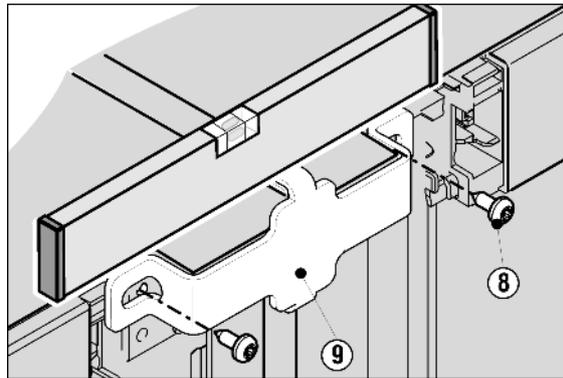

Fig. 5
- ▶ Empurrar os aparelhos um contra o outro, ou voltar a posicionar, e durante este processo, utilizando os parafusos Fig. 5 (8), aparafusar o ângulo de fixação Fig. 5 (9) grande no topo da parte dianteira. Se necessário, efectuar previamente os orifícios de aparafusamento ou utilizar uma aparafusadora sem fios.